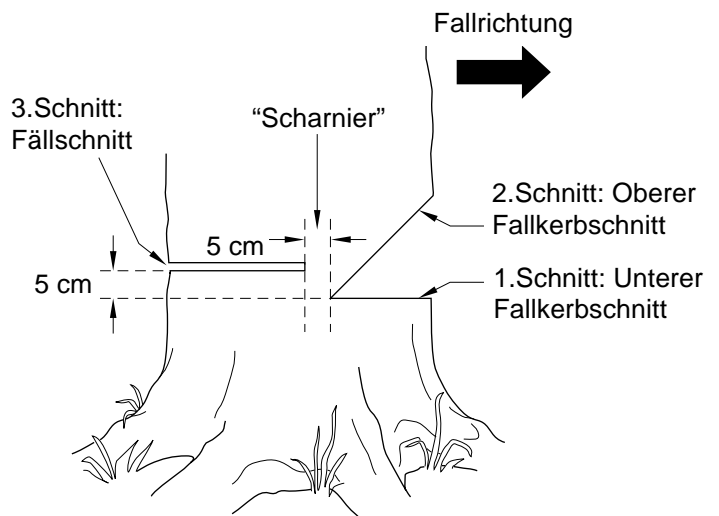

Abb.13 - Fällen eines Baums
Ein vorschriftsmäßig angebrachter Fallkerb kann im voraus die Richtung bestimmen, in die der Baum fallen wird. Der Fallkerb muß an der Seite der Fallrichtung des Baumes geschnitten werden (siehe Abb.13). Die folgenden Anweisungen zum Anbringen eines Fallkerbs befolgen:
1. Der untere Schnitt des Fallkerbs sollte möglichst nahe am Boden vorgenommen werden. Sägeschwert waagrecht halten. Den Baumstamm zu 1/3 seines Durchmessers einschneiden (siehe Abb. 13). **Hinweis:** Diesen waagrechten Fallkerbschnitt stets zuerst ausführen. Wird er als zweiter Schnitt ausgeführt, so kann der Baumstamm die Sägekette oder das Schwert einklemmen.
ersten Schnitt liegen. In einem 45°-Winkel schräg nach unten schneiden. Der obere Schnitt muß das Ende des unteren Schnitts erreichen (siehe Abb.13).
1. Den Fällschnitt 5 cm über der Ebene des ersten Fallkerbschnitts auf der gegenüberliegenden Baumstammseite ausführen (siehe Abb.13). Der Fällschnitt sollte parallel zum ersten Fallkerbschnitt verlaufen.
Den Baumstamm nicht vollständig durchschneiden. Ein etwa 5 cm dickes Stück des Baumstamms direkt hinter dem Fallkerb stehen lassen (siehe Abb.13). Dieses Stück wirkt wie ein Scharnier. Es verhindert, daß sich der Baum beim Fallen verdreht und in die falsche Richtung fällt.